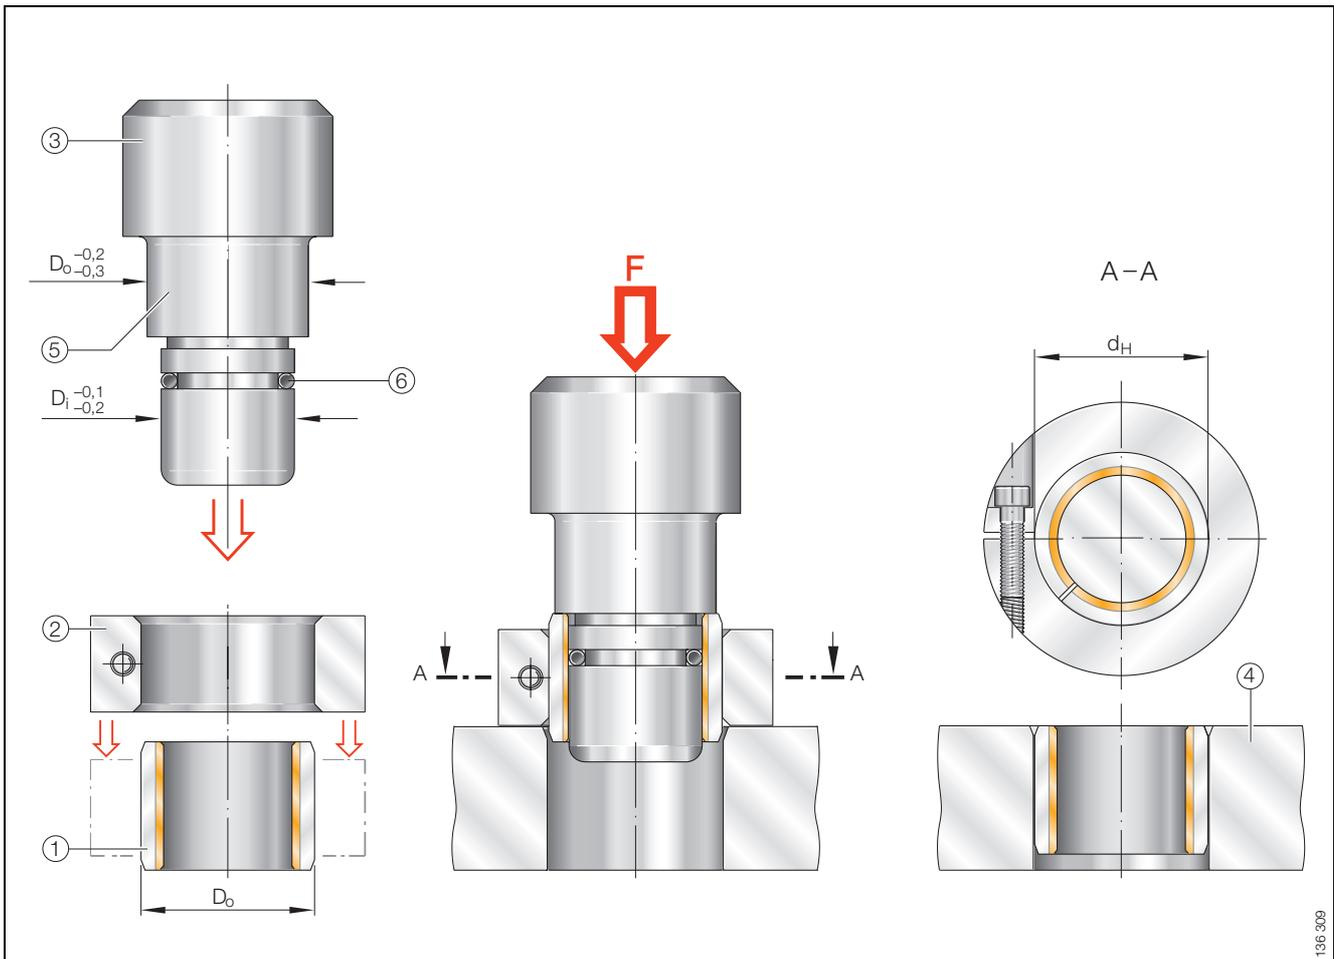

Bild 24 · Einpressen von Buchsen, $D_o \geq 55$ mm, mit Hilfsring
- Einpressen mit Dorn und mit Hilfsring gemäß Bild 24, Seite 31.